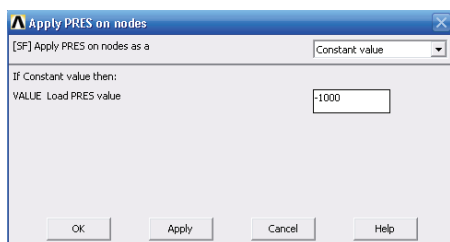

图 3-18 施加压力载荷对话框
12) 选择 Main Menu | Solution | Define Loads | Apply | Structural | Pressure | On Nodes 命令, 出现 Apply PRES on Nodes 拾取菜单, 单击 Pick all 按钮, 出现 Apply PRES on nodes 对话框。在 VALUE Load PRES value 输入栏中输入-1000, 如图 3-18 所示, 单击 OK 按钮关闭该对话框。